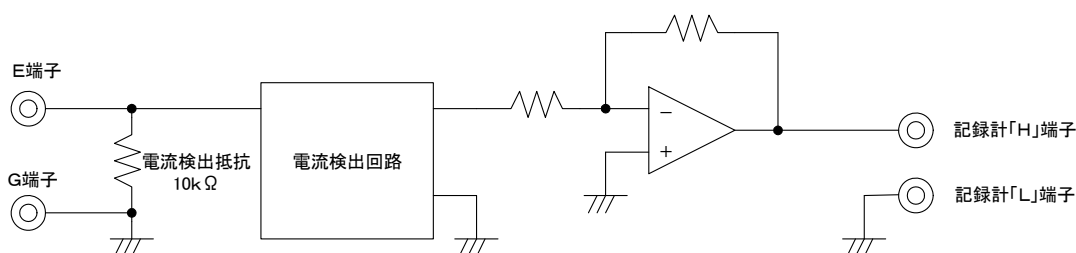
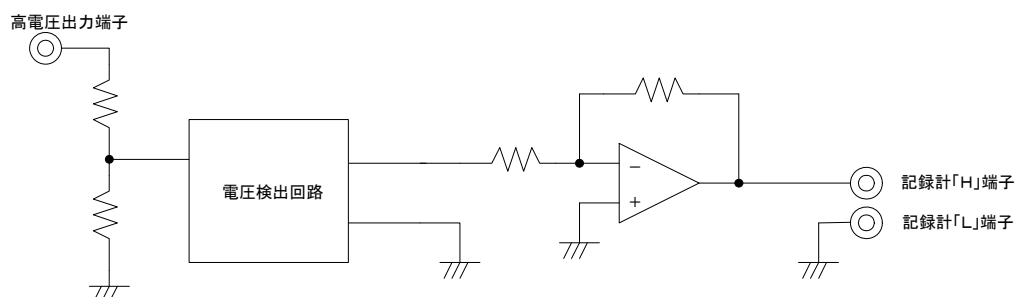

図 1 電流記録計出力回路
図 2 電圧記録計出力回路
- 出力電圧及び検出電流は、図 1 及び図 2 の通り、記録計出力から DC 電圧で出力されます。